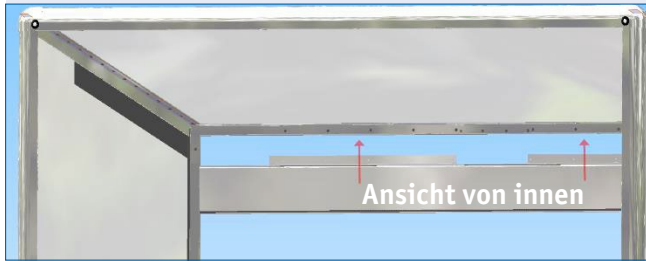

Abb. 2.1.1
- Richten Sie das Portal in der Diagonale aus. Schieben Sie im nächsten Schritt den Türsturz von unten nach oben ein (Abb. 2.1.1).